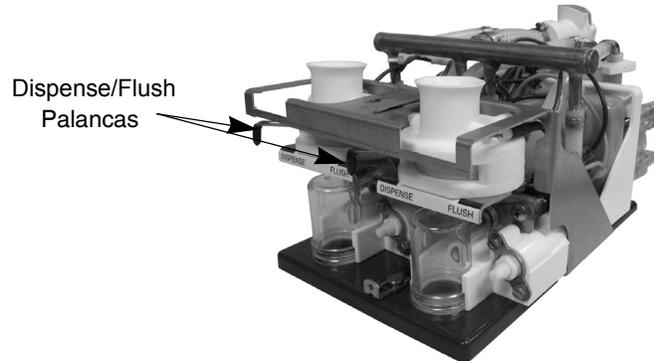

Figura 3. Ubicación de la palanca de Dispense/Flush.
1. Abra la puerta del gabinete y mueva la palanca de la válvula de la posición **Dispense a Flush**, consulte la Figura 3.